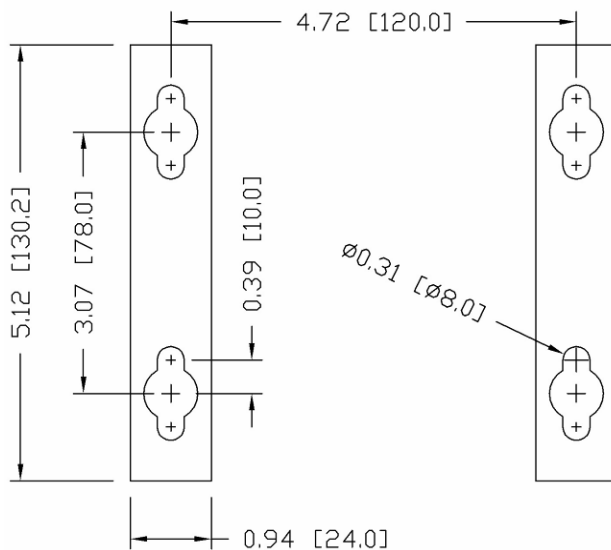

Figure 2-23 : Emplacement des trous de montage
4. Marquez la position des trous de montage sur la surface verticale selon les dimensions indiquées à la Figure 2-23.